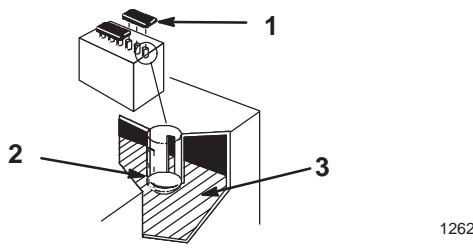

Bild 47
- Öffnen Sie die Deckel, um in die Zellen schauen zu können. Der Füllstand muss bis zum unteren Teil des Rohrs reichen (Bild 47).
Wichtig Die Säure darf nicht unter die Platten fallen. (Bild 47).
- Nehmen Sie die Verschlussdeckel ab (Bild 47).
- Gießen Sie langsam destilliertes Wasser in jede Batteriezelle, bis der Füllstand den unteren Teil des Rohrs erreicht (Bild 47).